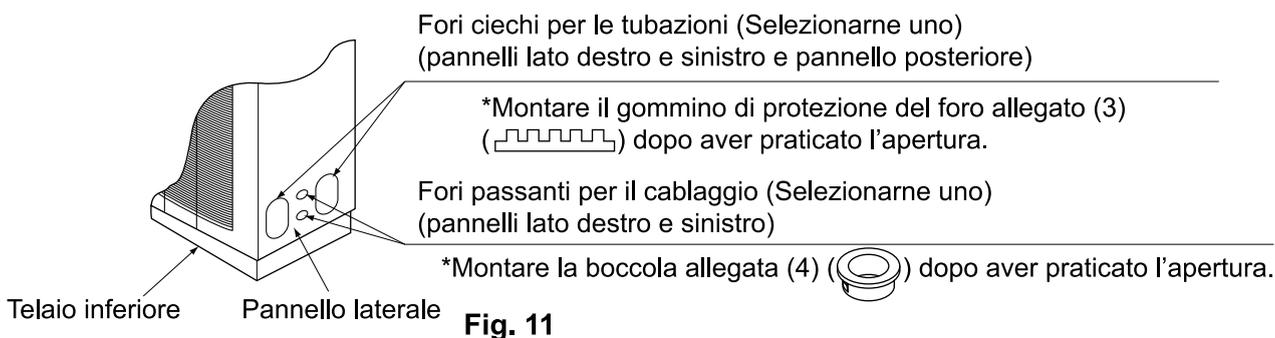

Fig. 11
1. Aprire i fori predisposti sul lato destro (sinistro) del pannello. **(Fare riferimento alla Fig. 11)**